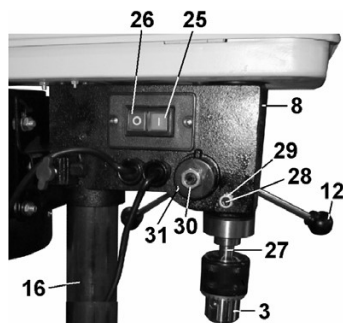

Рис.5.
9.9. Установите сверлильный патрон (3) на дорн (27), Рис.5 (предварительно необходимо удалить с его поверхности смазку, а также очистить от смазки внутреннюю посадочную поверхность сверлильного патрона (3),Рис.2, 5).
Закрепите сверлильный патрон (3), Рис.5, в сборе с дорном (27) на шпинделе легким ударом молотка через деревянный брусок. Кулачки сверлильного патрона (3) при этом должны быть сведены.
9.10. Установите кронштейн защитного экрана (5) на посадочное место на шпиндельной головке (8).
9.13. Перемещая шпиндель за ручку (12), Рис.5, проверьте плавность хода шпинделя. Установочный винт (28) с контргайкой (29) предназначен для предотвращения проворачивания шпинделя. Если перемещение происходит не плавно, или для перемещения нужно приложить усилие – необходимо произвести регулировку положения винта (28), предварительно ослабив контргайку (29). По окончании регулировки закрепите положение контргайкой (29).